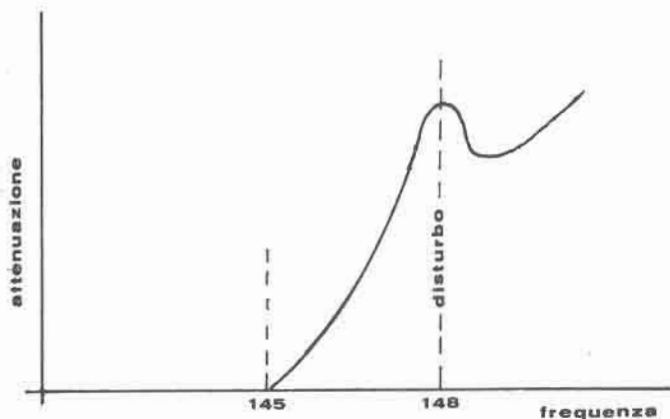

figura 27
**1° caso.** Poniamo di voler ricevere la frequenza di 145 MHz senza ricevere contemporaneamente disturbo da una vicina emittente che opera su 148. La figura 27 ci dice che è sufficiente un filtro del tipo passa-basso di adeguate prestazioni.